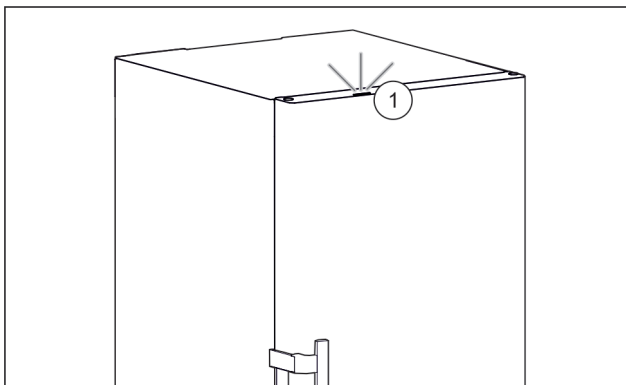

Fig. 61 Активная лампа статуса при закрытой двери
- ▶ Лампа статуса Fig. 61 (1) активирована.